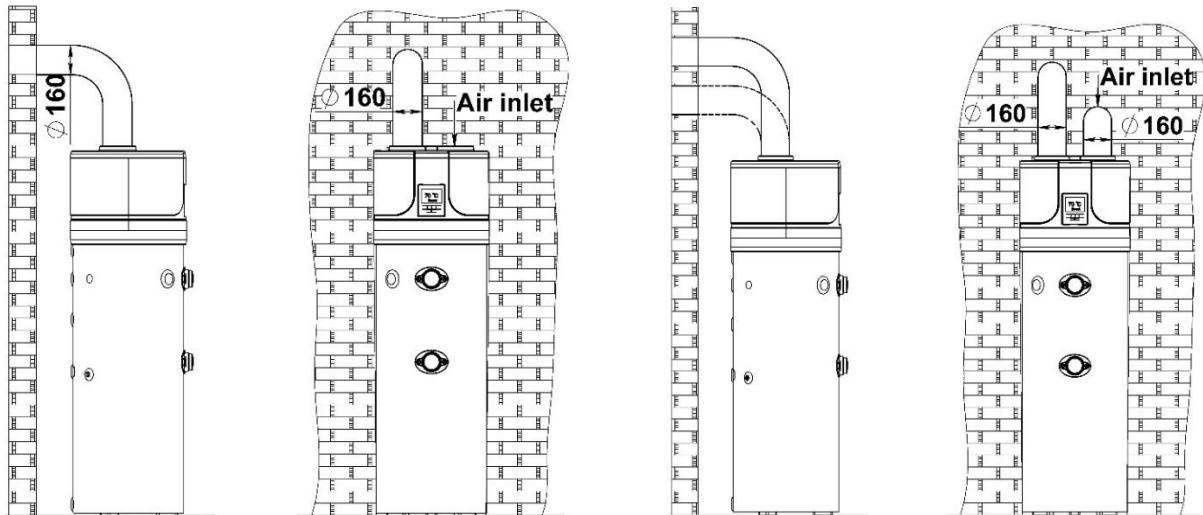

Fig. 5a - Exemplo de uma conduta de ventilação de exaustão **Fig. 5b - Exemplo de conduta de ventilação dupla**
- Suprimento de ar da sala e exaustão do frio para fora (Fig. 5a). - A necessidade de aberturas para acesso de ar à sala. A sala deve ter um volume mínimo de 20 m³
Quando for conectado de acordo com o esquema (Fig. 5a e 5b), é necessário construir um sistema de conduta de ventilação que cumpra com os seguintes requisitos: